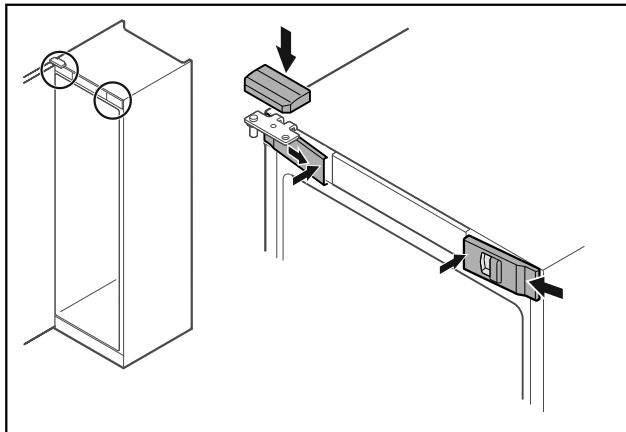

Fig. 50
- ▶ Accrocher les caches avant Fig. 50 (1) par les côtés et les enclencher en appuyant sur l'intérieur.
- ▶ Insérer le cache supérieur Fig. 50 (2) par le haut.